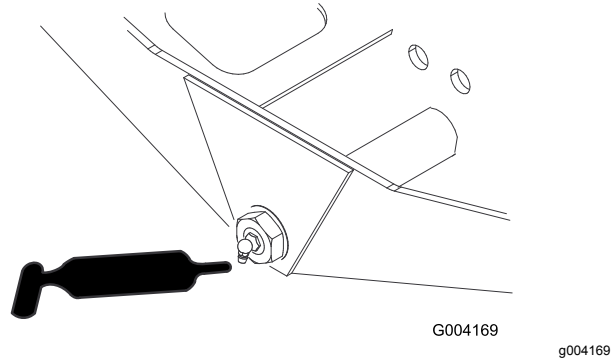

Figura 51
- Perno sterzante del ponte (1)—Figura 51